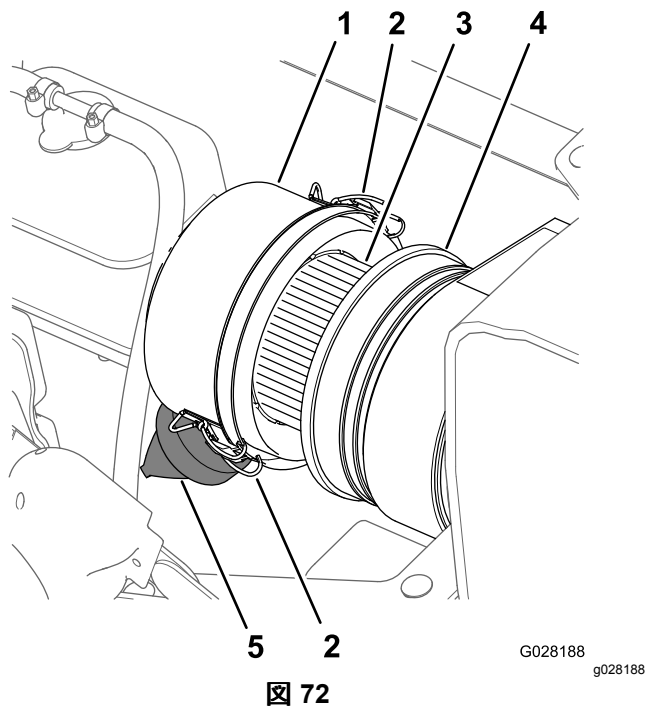
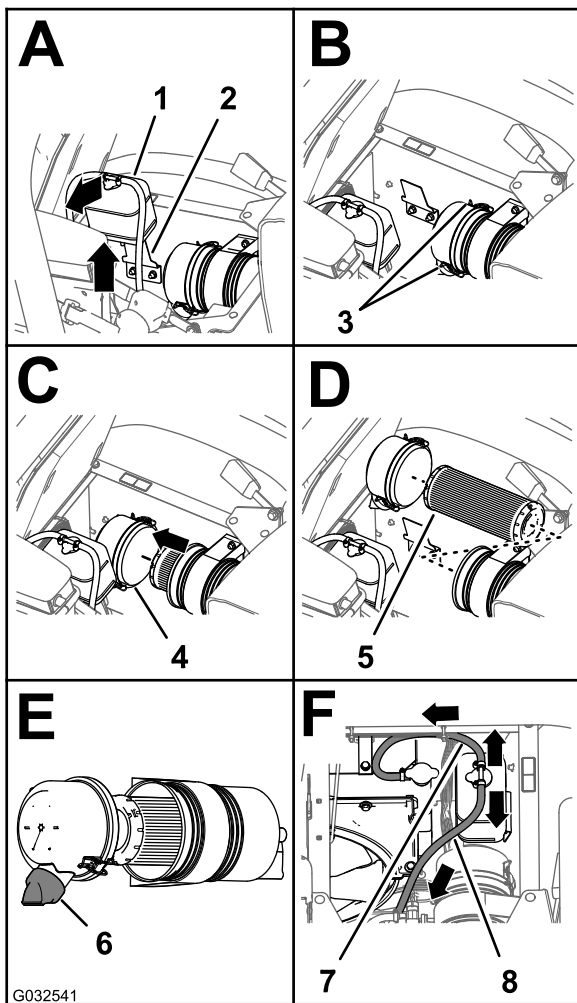

図 72
図 73
3. エアクリーナのボディーとダストキャップをきれいに拭く 図 72。
4. エアクリーナ本体にリーク原因となる傷がないか点検する 図 72。
5. ダストバルブをмонде、内部のごみを除去する 図 72。
7. エアフィルタの元素が汚れすぎているか点検する 図 72。
8. エアクリーナのボディにダストキャップを取り付け、ラッチ2個で固定する 図 72。
2. エアクリーナのボディとダストキャップをきれいに拭く 図 72。
3. 冷却液オーバーフロータンクを持ち上げてブラケットから取り外す 図 73。
4. ダストキャップをエアクリーナのボディーに固定しているラッチ2つを外す 図 73。
6. ぬれたウェスを使って、ダストキャップ、エアクリーナのボディ、ダストバルブの内部をきれいに清掃する 図 72 と 図 73。
7. エアクリーナボディにフィルタエレメントを取り付ける 図 73。
8. エアクリーナのボディーにカバーを取り付け、ラッチ2個で固定する 図 73。
注 ダストバルブは、後ろから見たときに時計の5時-7時の方向になるように取り付けてください 図 73。
9. 冷却液タンクを、ROPSシールドのサポートブラケットにきっちりと入れる 図 73。
重要 図 73のように、圧力逃がしホースが前を向いて下へ、タンク通気ホースが後方を向くように取り付けてください。